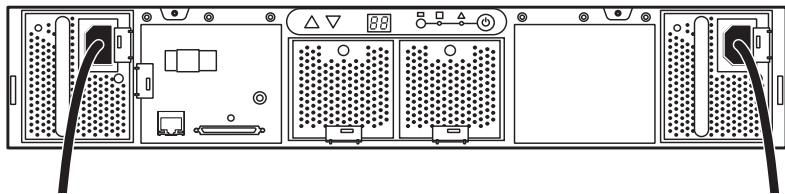

図 14. AC電源へのディスクアレイ電源装置の接続
- 各ディスクアレイ電源装置のAC入力ソケットを、付属の電源ケーブルを使ってAC電源に接続します(図 14)。